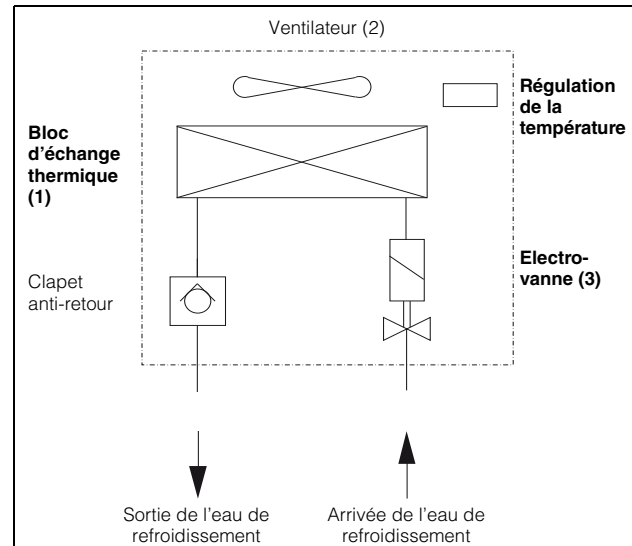

Fig. 2 : Echangeur thermique air/eau
L'échangeur thermique air/eau se compose de trois éléments principaux (voir fig.2) : le bloc d'échange thermique (1), le ventilateur (2) et l'électrovanne (3), reliés entre eux par des tuyaux.